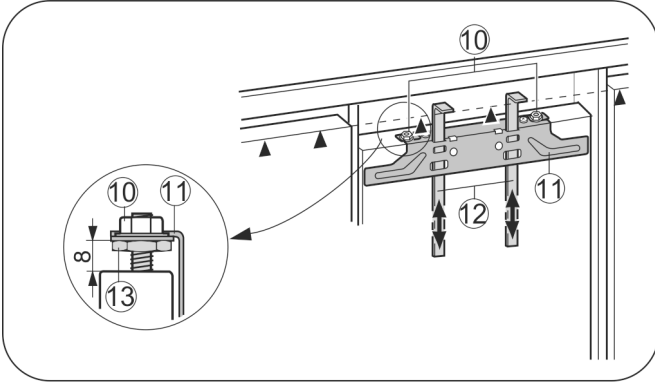

Fig. 17
- Työnnä asennusavut Fig. 17 (12) ylös kalusteoven korkeuteen. Asennusavun alempi rajoitinreuna ▲ = asennettavan kalusteoven yläreuna.
- Ruuvaa kiinnityspoikkipuu Fig. 17 (11) irti vastamutterien Fig. 17 (10) avulla.